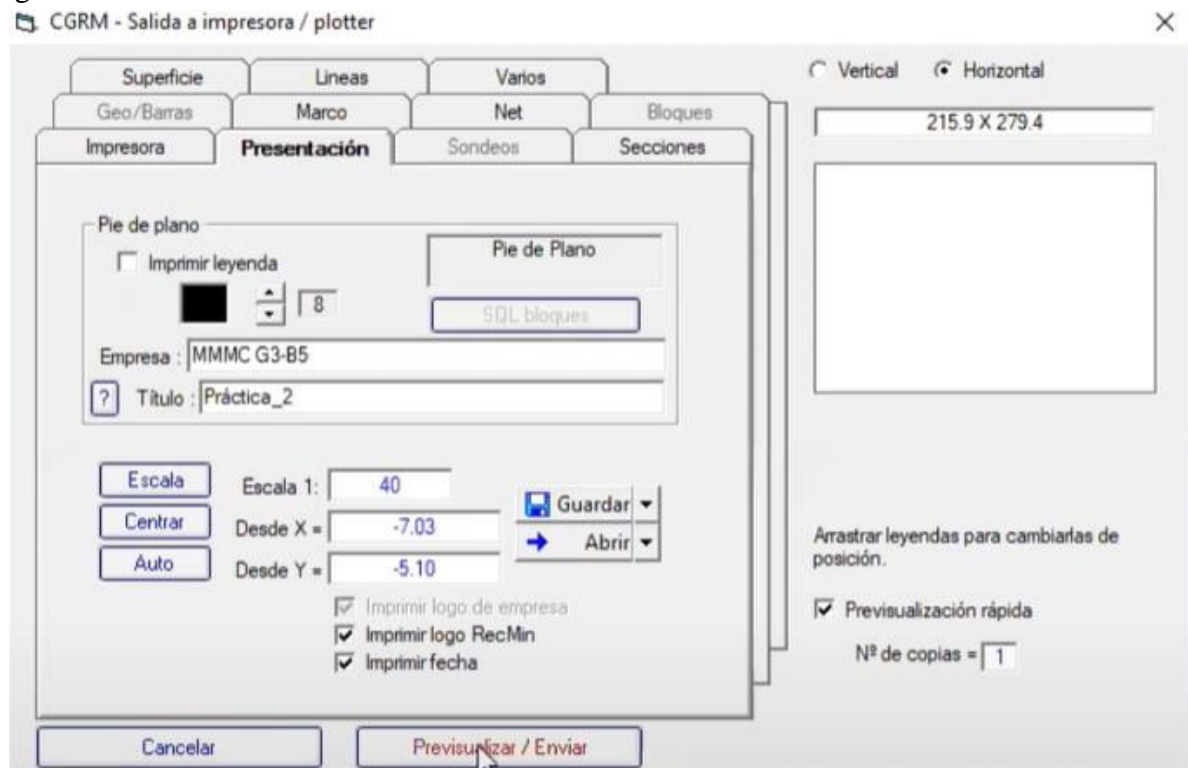

Figura 269. Formato de impresión.
79. Seleccionar la opción “Horizontal”, ajustar la escala, centrar el dibujo. En el apartado “Empresa”, introducir el nombre de la materia, el grupo y el número de la brigada. En el apartado del “Título”, introducir el nombre del plano. Previsualizar e imprimir como archivo “.pdf”. Figura 269.